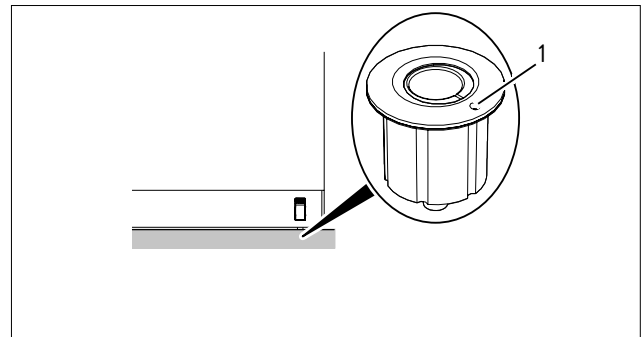

Abb. 47 Buchsen lösen
11. Sämtliche Buchsen (Abb. 47/1) am Boden lösen und entfernen.